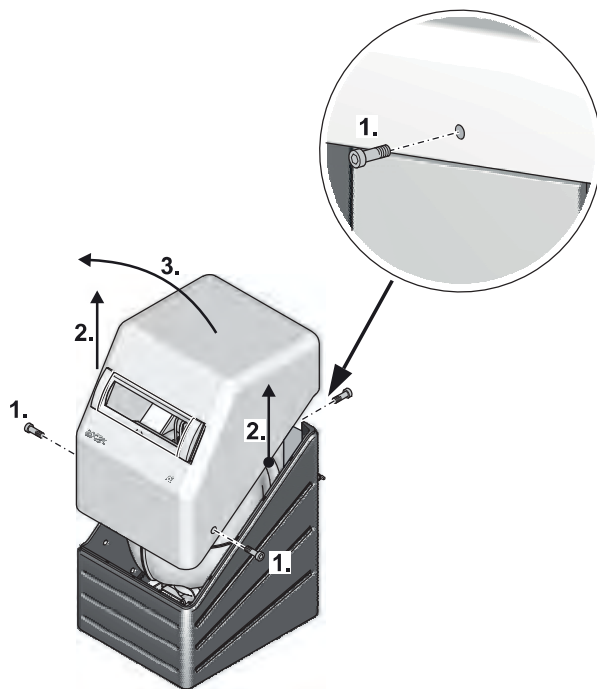

Fig. 9-1 Retrait du capot d'isolation acoustique
- Retirez le capot d'isolation acoustique (voir fig. 9-1).